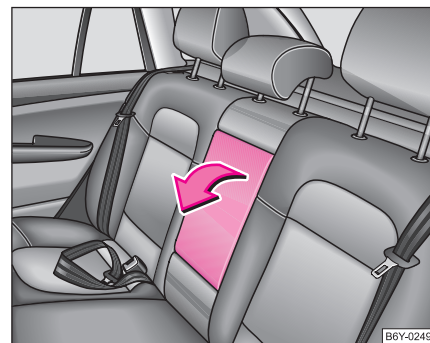

Fig. 82 Scaunele din spate: Cotiera
- Cotiera se poate rabata în jos, pentru sporirea confortului ⇒ fig. 82.